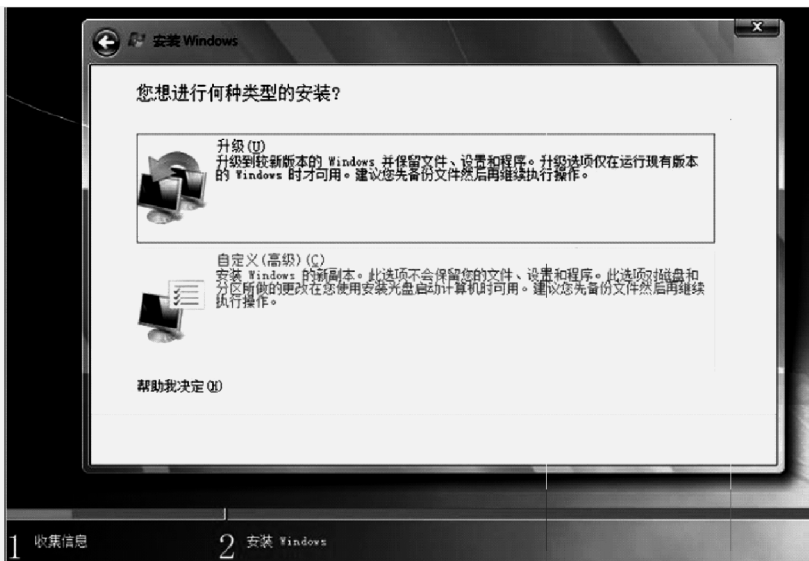

图 3-68 安装模式的选择界面
3) 安装模式的选择界面如图 3-68 所示。可选择升级安装和自定义（高级）安装两种方式。升级安装就是从现有的操作系统当中升级到 Windows 7，如果打算安装双系统，则不要选择升级安装，自定义（高级）安装 Windows 7 和现有的操作系统无关，如果已经有系统，则会自动出现双启动菜单，选择自定义（高级）安装也可以在后一步中将系统盘彻底删除为干净安装方式，所以应选择自定义（高级）安装方式。